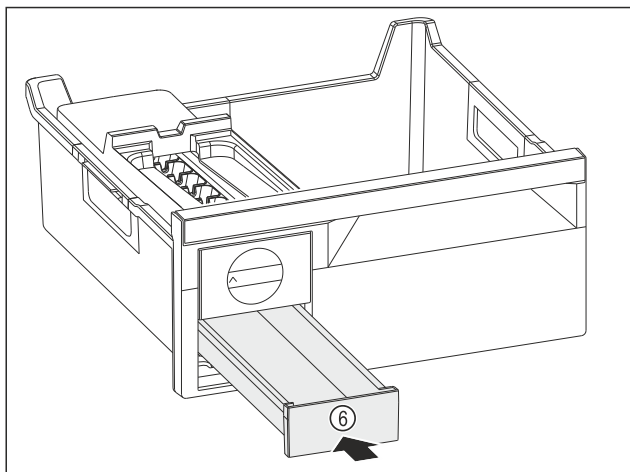

Fig. 79
- Eiskubus-Schubfach Fig. 79 (6) einschieben.